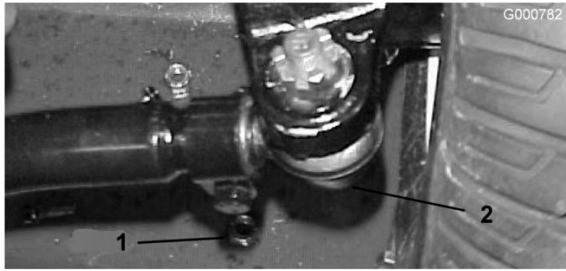

図 72
アクスル・ケースのサポート（図 72）から外す。
3. タイロッド両側のクランプをゆるめる（図 72）。